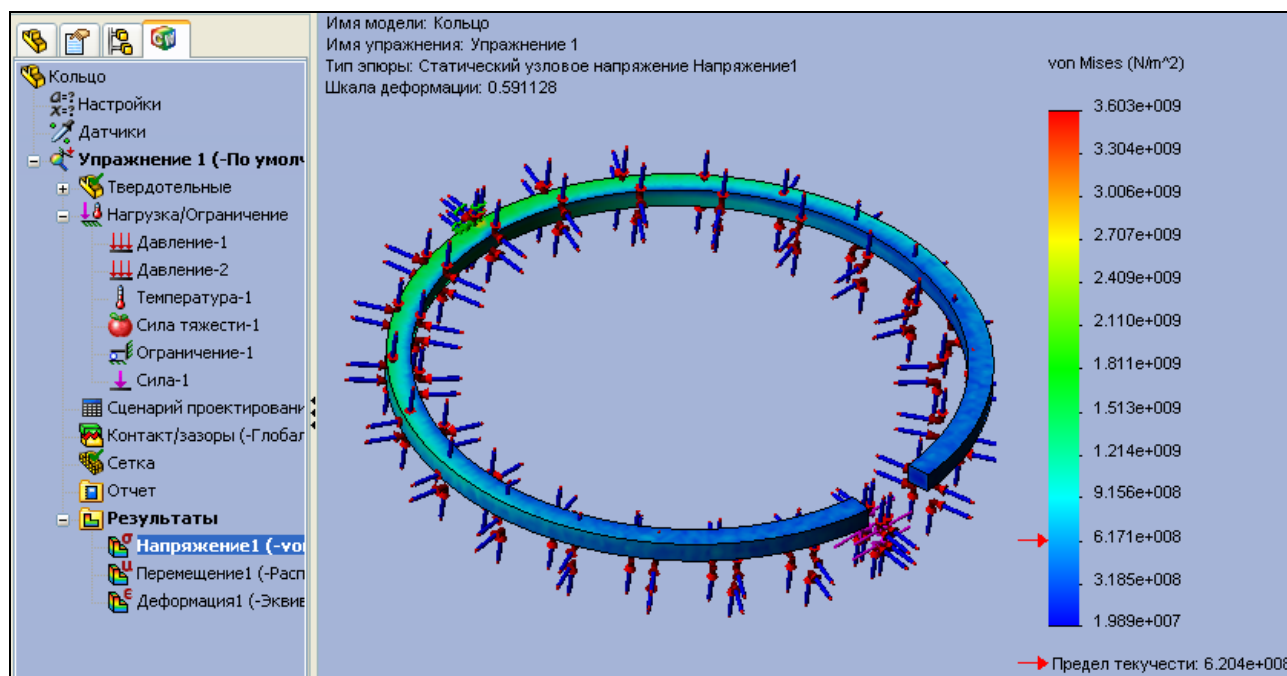

Рис. 4.9. Результат расчета поршневого кольца
11. После успешного расчета проведите анализ напряженного состояния модели с просмотром эпюр (рис. 4.9). Как строить эпюры, показано в пп. 11-17 разд. 3.2. Если расстояние между торцами в замке кольца оказалось больше или меньше расчетного (конструкторского), то подкорректируйте разжимающую силу и вновь проведите расчет.